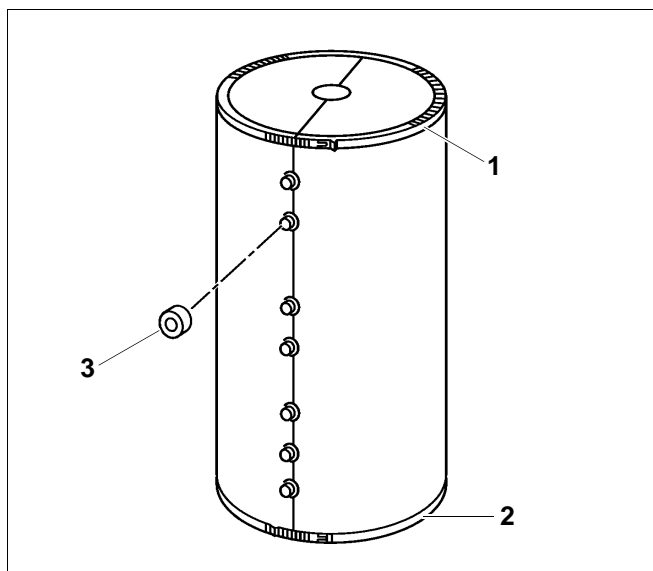

Fig. 9
- Mettere 1 nastro tensore piatto (fig. 9, pos. 2), in basso, attorno ai segmenti termoisolanti e tenderlo.
- Mettere 1 nastro tensore angolare (fig. 9, pos. 1), in alto, attorno ai segmenti termoisolanti, allineare le due parti di calotta e stringere il nastro.
- Disporre anelli termoisolanti attorno a tutti i tronchetti di collegamento (fig. 9, pos. 3).